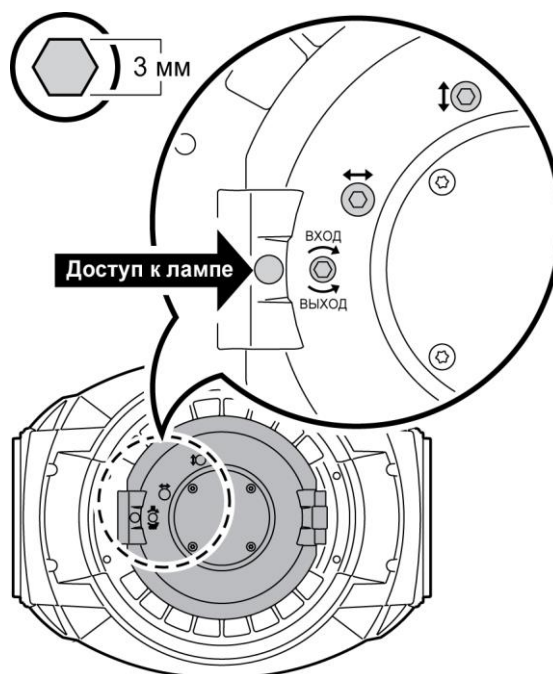

Рисунок 3. Корректировочные винты лампы
4. См. рисунок 3. Поворачивайте три винта корректировки положения лампы, чтобы получить максимально ровный луч.